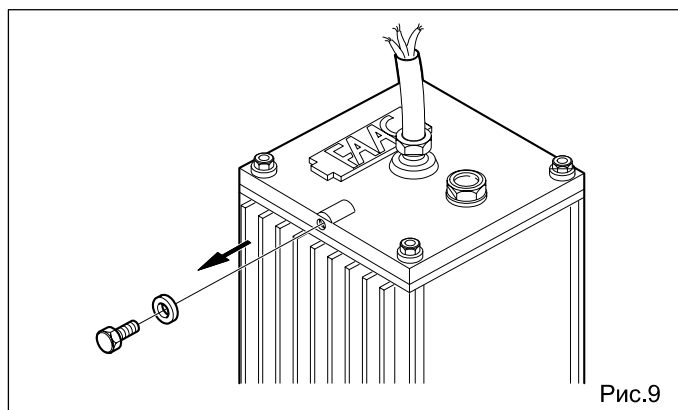

Рис.9
- **Снимите два сапуна, как показано на рис.9, и положите их в безопасное место.**